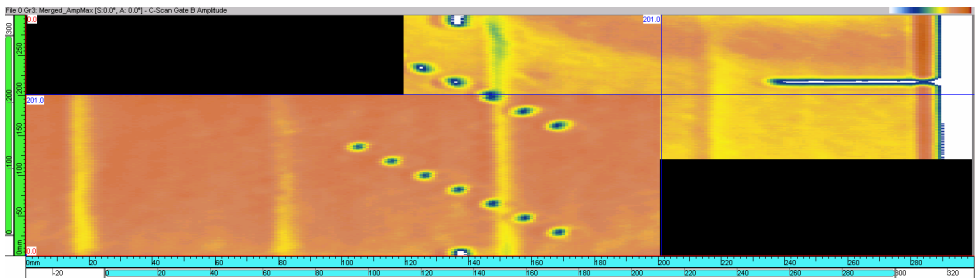

Figure 7-24 Exemple de deux fichiers fusionnés
- Fusionner plusieurs images C-scans de différents fichiers de données (voir la Figure 7-24 à la page 381).